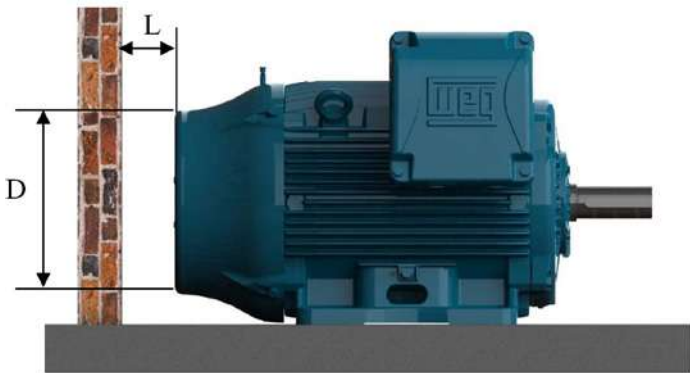

Figura 7.1 - Distância mínima do motor até a parede
- Que entradas e saídas de ar estejam completamente desobstruídas. O mínimo espaço livre até a parede mais próxima (L) deve ser ¼ do diâmetro da entrada de ar da defletora (D), ver Figura 7.1. O ar na entrada do motor deve estar à temperatura ambiente.